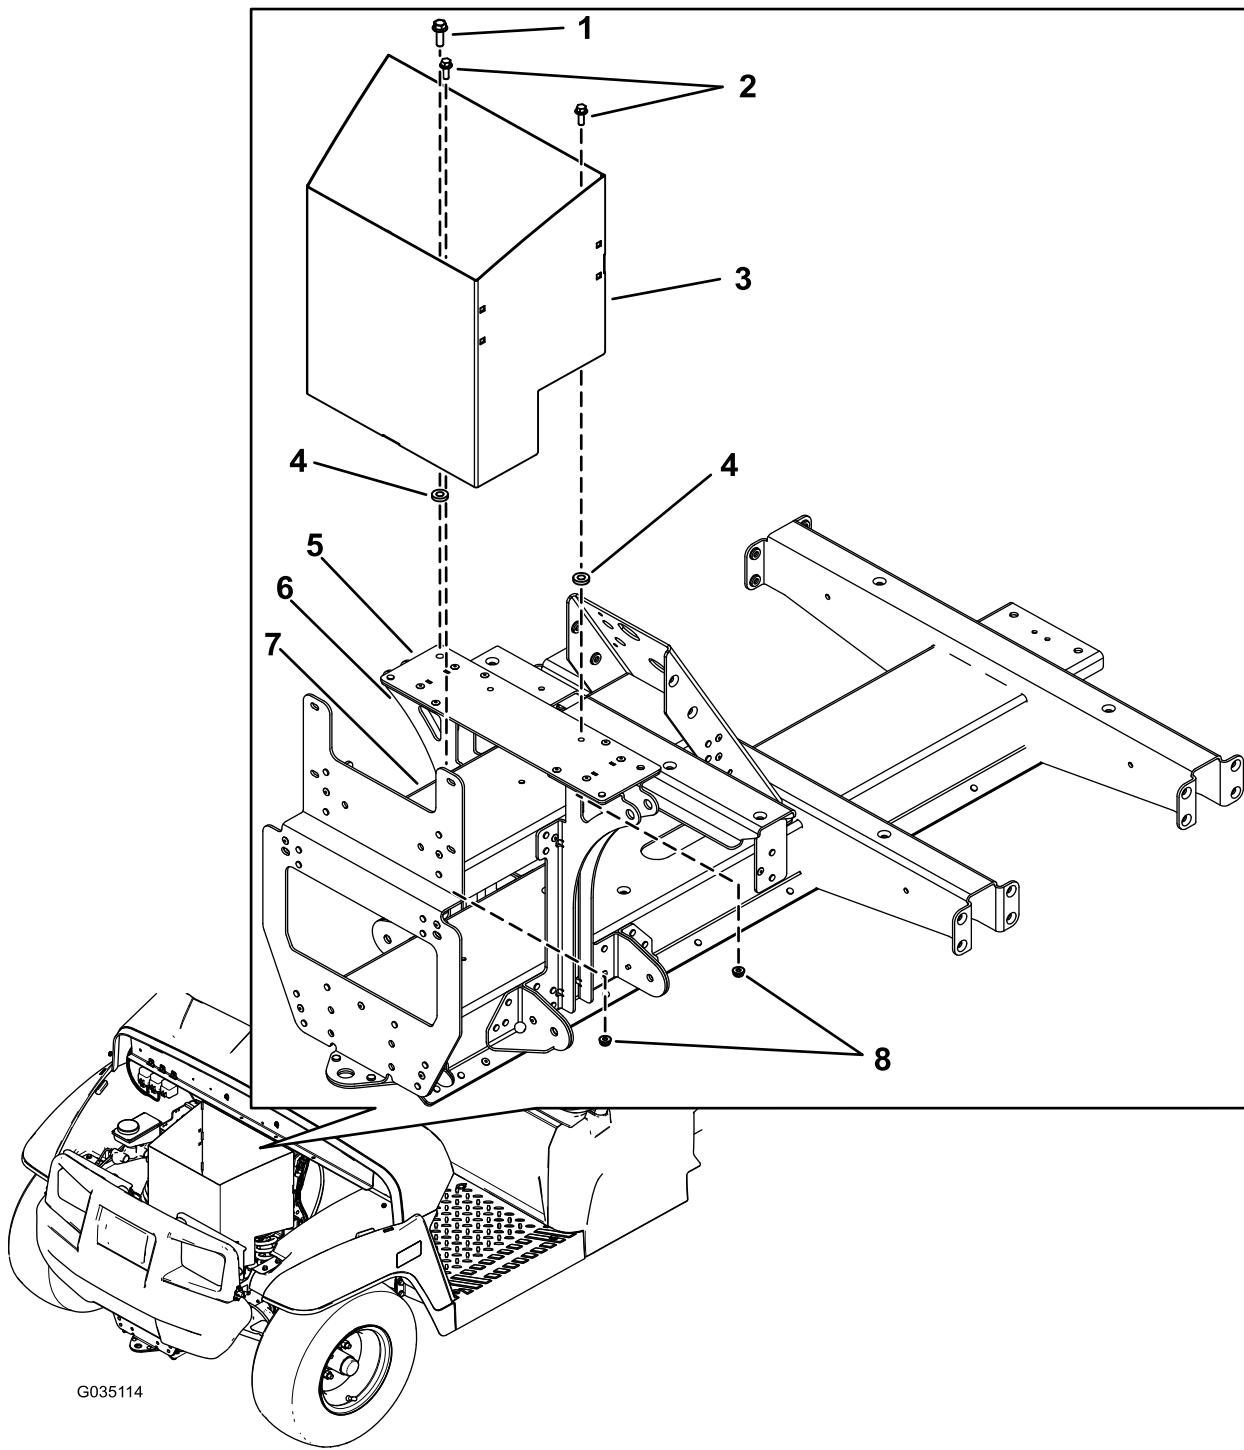

Рисунок 1
- Выверните имеющийся болт с правой стороны опорной пластины (Рисунок 1).
- Совместите две проставки с отверстиями в опорной пластине (Рисунок 1).
- Осторожно опустите вещевой отсек на проставки и опорную пластину (Рисунок 1).
- Установите винт с шестигранной головкой (5/16 x 1 дюйм) через ящик для хранения, опорную пластину и правый задний монтажный кронштейн амортизатора (Рисунок 1).
- Проденьте винт с шестигранной головкой (1/4 x 3/4 дюйма) через вещевой отсек и опорную пластину и зафиксируйте фланцевой гайкой (1/4 дюйма) (Рисунок 1).
- Проденьте винт с шестигранной головкой (1/4 x 3/4 дюйма) через вещевой отсек и опорный кронштейн амортизатора и зафиксируйте фланцевой гайкой (1/4 дюйма) (Рисунок 1).